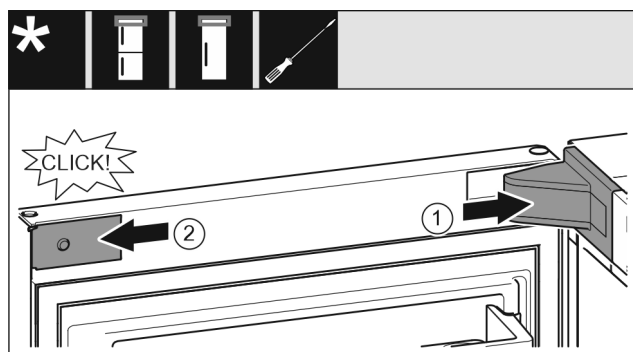

Fig. 22
- Stavite pokrov podlošku ležaja Fig. 22 (1) i pustite ga da se uglavi, po potrebi ga oprezno razdvojite.
- Postavite masku Fig. 22 (2) bočno i uglavite je.